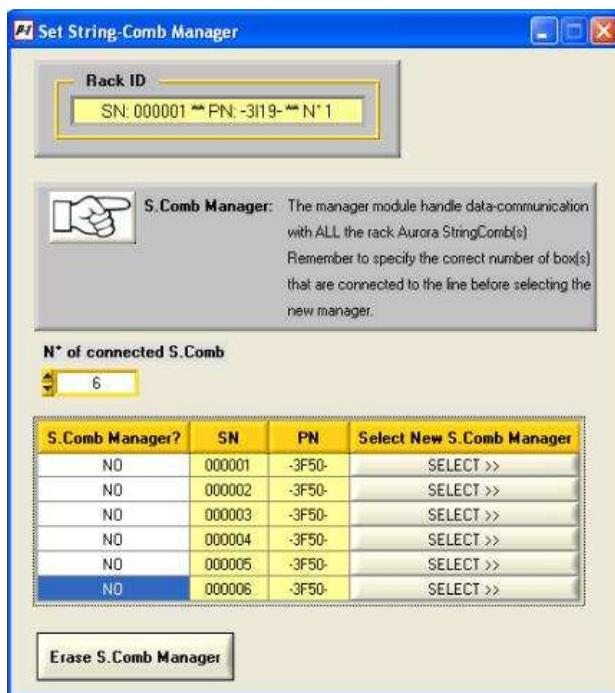

Figura 15-6: Scelta dello StringComb Manager
- **Plant value**: si visualizzano le informazioni di potenza istantanea prodotta (W), energia giornaliera ed energia totale prodotta (kWh).
- Il numero di moduli presenti nel rack (Module N.), la modalità di funzionamento (Mode) e il numero di string-box connesse (S.Comb N.)¹. Con il pulsante **[Set S.Comb Manager]** si accede al menu (Figura 15-6) tramite il quale, premendo il tasto **[SELECT>>]**, si assegna al modulo corrispondente la gestione ed il monitoraggio delle PVI-STRINGCOMB.